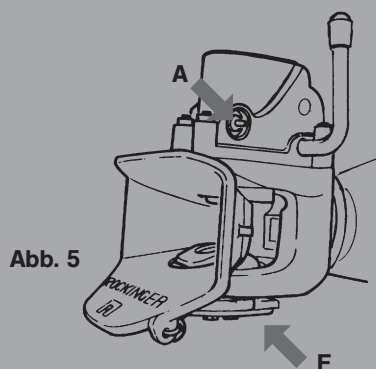

Abb. 5
- Automateinheit über Schmierstelle (**A**) bei geöffneter Kupplung fetten (Abb. 5).
- Unteres Fangmaullager (F, Abb. 5) schmieren: Empfehlung EP3